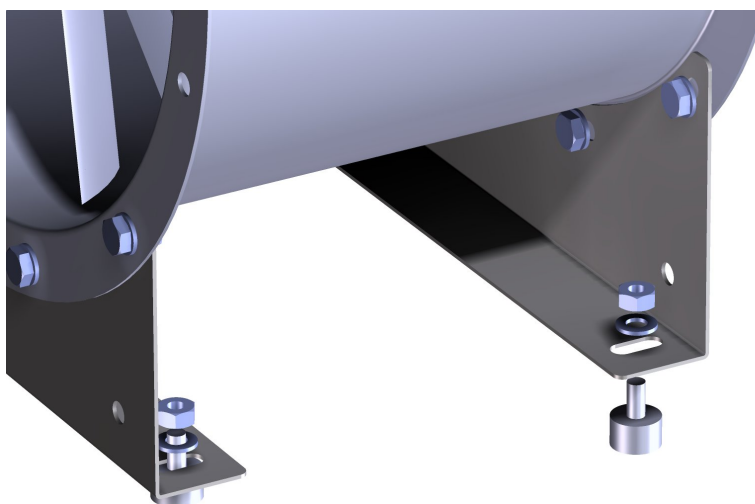

Abb. 5: Ventilator befestigen
- Das Fundament ist gemäß Abb. 5 vorbereitet.